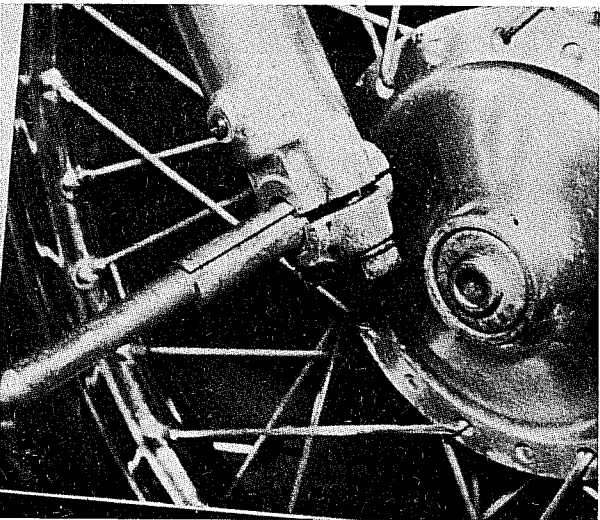

Bild 103
- Die in Bild 103 sichtbare Distanzhülse sollte mit ausgebaut und beiseitegelegt werden.